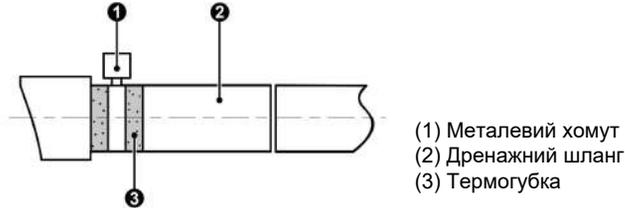

Рис.4.3.2
- (1) Вставте зливний шланг у зливний отвір і затягніть його стрічками, як показано на рис. 4.3.2. Модель з водяним насосом буде забезпечена зливним шлангом, а для інших моделей, будь ласка, придбайте зливний шланг самостійно.
- (2) Затягніть хомут, щоб відстань між гвинтовою кришкою та шлангом була менше 4 мм.